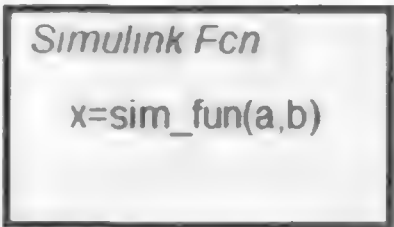

图 3.6.19 定义函数
(2) 单击? 处进入编辑状态,用户可以在此定义所需要的函数。函数命名形式与图形函数相同。此处将 Simulink 函数命名为 $x=\text{sim_fun}(a,b)$,如图 3.6.19 所示。